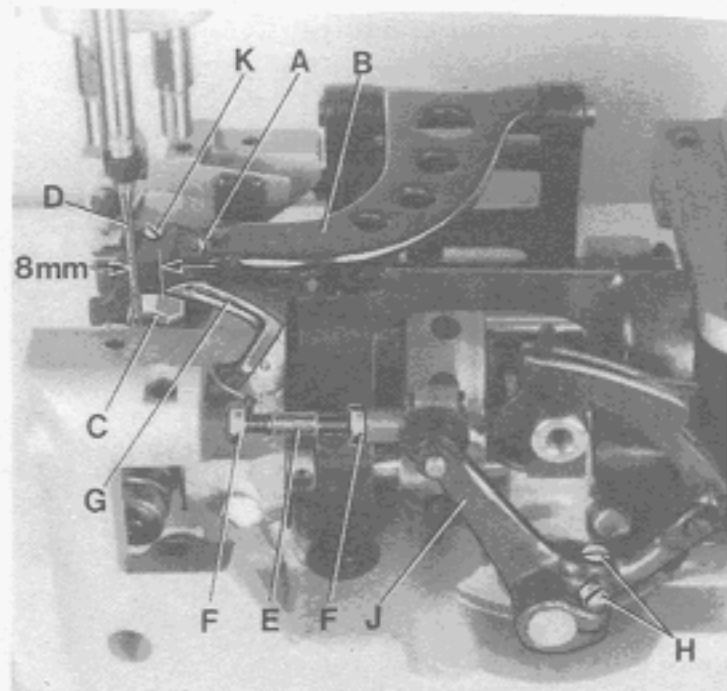
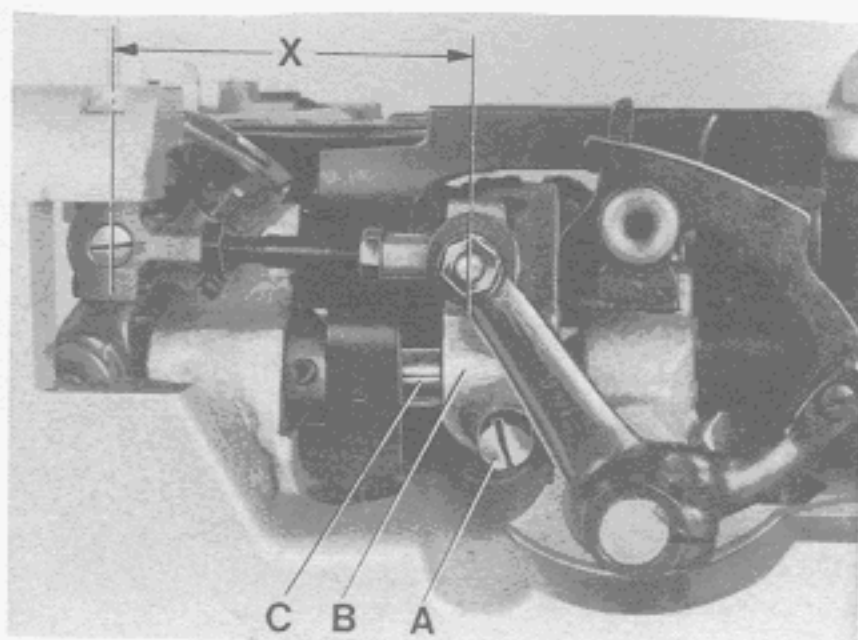
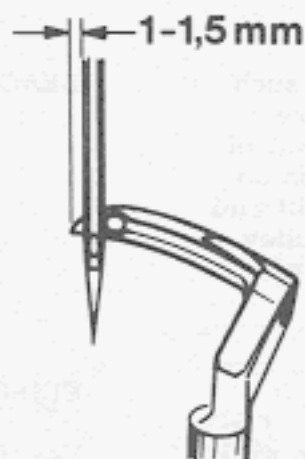
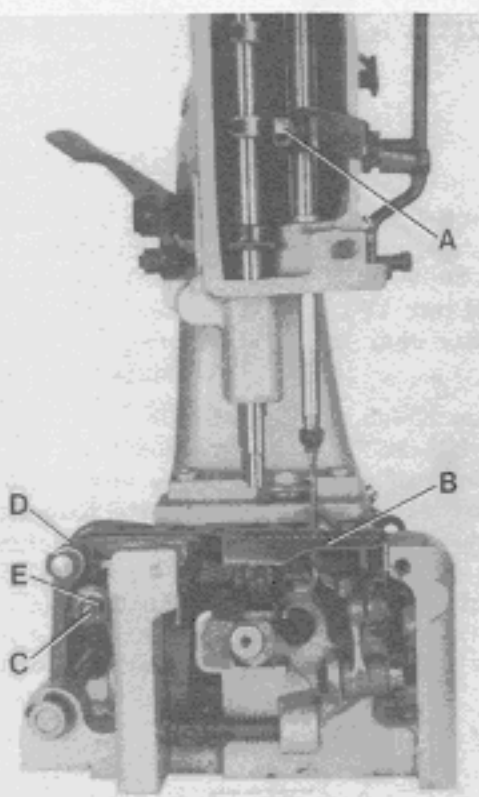

Fig. 3
Fig. 4
Fig. 5
Fig. 6
Remove the presser foot, throat plate and feed dog and on styles 80800 H and HA also the needle guard, for convenient access to the machine. On styles 80800 C, D and E loosen the screw (A, Fig. 3) in the feed bar (B) and push the feed bar needle guard (C) to the rear to avoid its contacting the needle (D).
For the two thread double locked stitch styles 80800 C, E, H and HA, set the looper connecting rod (E) so the distance (X, Fig. 4) between the center lines of the two ball joints is 69,8 mm (2 3/4 in.). The dimension (X, Fig. 4) should be 68,3 mm (2 11/16 in.) on the single thread chain stitch style 80800 D. For adjustment loosen the two nuts (F, Fig. 3) and turn connecting rod (E) forward or backward as required to obtain specified dimension, retighten nuts (F).
Rotate the machine pulley in operating direction so that the looper moves from right to left. The looper point should pass as close as possible to the back of the needle without contacting (0,08 to 0,13 mm (.003 to .005 in.) clearance). For adjustment loosen screw (A, Fig. 4) in the looper eccentric fork (B) and turn looper rocker shaft (C) on the looper rocker with looper forward or backward as required. Retighten screw (A).
Zur bequemeren Einstellung entfernen Sie Drückerfuß, Stichplatte und Transporteur und bei den Maschinen 80800 H und HA auch den Nadelanschlag. Lösen Sie bei den Maschinen 80800 C, D und E die Schraube (A, Fig. 3) im Transporteur-träger (B) und drücken Sie den Nadelanschlag (C) nach hinten, damit er die Nadel (D) nicht berühren kann.
Bei den Zweifaden-Doppelkettenstichmaschinen Typen 80800 C, E, H und HA muß die Greiferverbindungsstange (E) so gestellt sein, daß der Abstand (X, Fig. 4) von Mitte zu Mitte Kugelgelenk 69,8 mm beträgt. Bei der Einfaden-Einfachkettenstichmaschine Type 80800 D beträgt der Abstand (X, Fig. 4) 68,3 mm. Zum Einstellen lösen Sie die beiden Muttern (F, Fig. 3) und drehen die Verbindungsstange (E) vor oder zurück bis der erforderliche Abstand erreicht ist. Ziehen Sie die Muttern (F) wieder an. Beachten Sie: Die linke Mutter hat ein Linksgewinde.
Drehen Sie die Riemenscheibe in Nährichtung so, daß sich der Greifer von rechts nach links bewegt. Die Greiferspitze soll so dicht wie möglich hinter der Nadel vorbeigehen, ohne diese zu berühren (0,08 bis 0,13 mm Abstand). Zur Einstellung lösen Sie die Schraube (A, Fig. 4) in der Greiferexzentergabel (B) und schwenken die Greiferhebelwelle (C) am Greiferhebel mit Greifer nach Bedarf vor oder zurück. Ziehen Sie die Schraube (A) wieder an.
Remove the face cover on machine arm. Rotate machine pulley in operating direction until the looper point, moving to the left, projects 1 to 1,5 mm (.040 to .060 in.) left of the needle (see Fig. 5). Lower edge of looper and upper edge of needle eye must be flush in this position. If adjustment is necessary, loosen clamp screw (A, Fig. 6) in the needle bar connection and move the needle bar up or down, as required. Retighten screw (A) and remount face cover.
At highest point of feed dog travel, the feed dog (B, Fig. 6) should be set so, that the rear teeth project their full depth above the throat plate surface. For setting remove the feed dog and adjust the supporting screw (K, Fig. 3) on the top of the feed bar to the required height. Remount the feed dog, and on styles 80800 H and HA also the needle guard.
On styles 80800 C, D and E stud (C, Fig. 6) for changing the stitch length is accessible from the outside. On styles 80800 H and HA the housing for the tape cutter and the rear cloth plate have to be removed for changing the stitch length. The length of the stitch can be adjusted by raising or lowering the stud (C, Fig. 6) in the segment slot of the feed rocker (D). Lowering stud (C) will lengthen the stitch, raising the stud will shorten the stitch. After loosening nut (E), stud (C) can be moved accordingly. When the desired stitch length is obtained, retighten nut (E).
The needle guard (C, Fig. 3) has to be set so, that it just contacts the needle at its most forward point of travel, without deflecting it.
On styles 80800 C, D and E loosen screw (A, Fig. 3) in the feed bar (B) and adjust the needle guard (C) accordingly. Retighten screw (A).
Entfernen Sie den Stirndeckel am Maschinenarm. Drehen Sie die Riemenscheibe in Nährichtung bis die sich nach links bewegende Greiferspitze 1 bis 1,5 mm links der Nadel steht (siehe Fig. 5). In dieser Stellung müssen Unterkante Greifer und Oberkante Nadelöhr bündig sein. Ist eine Einstellung notwendig, lösen Sie die Klemmschraube (A, Fig. 6) im Nadelstangenmitnehmer und schieben die Nadelstange (B), je nach Bedarf, nach oben oder unten. Ziehen Sie die Schraube (A) wieder an und montieren Sie den Stirndeckel.
Im höchsten Punkt der Transporteurbewegung sollen die hinteren Zähne des Transporteurs (B, Fig. 6) eine volle Zahnhöhe über die Stichplattenoberfläche hinausragen. Zur Einstellung entfernen Sie den Transporteur und stellen die Stützscharbe (K, Fig. 3) oben im Transporteurträger auf die entsprechende Höhe. Montieren Sie den Transporteur wieder, bei den Maschinen 80800 H und HA auch den Nadelanschlag.
Bei den Maschinen 80800 C, D und E ist der Bolzen (C, Fig. 6) zum Einstellen der SticHLänge von außen zugänglich. Bei den Maschinen 80800 H und HA muß zum Einstellen der SticHLänge das Gehäuse für den Bandabschneider und die hintere Stoffplatte entfernt werden.
Die SticHLänge kann durch höher oder tieferstellen des Bolzens (C, Fig. 6) in der Nut des Transportrahmens (D) verändert werden. Tieferstellen des Bolzens (C) verlängert den Stich, höherstellen verkürzt ihn. Nach Lösen der Mutter (E) läßt sich der Bolzen (C) entsprechend verschieben. Wenn die gewünschte SticHLänge eingestellt ist, ziehen Sie die Mutter (E) wieder an.
Der Nadelanschlag (C, Fig. 3) muß so eingestellt sein, daß in der vordersten Stellung seiner Bewegung gerade die Nadel berührt, aber nicht ablenkt.
Zur Einstellung lösen Sie bei den Maschinen 80800 C, D und E die Schraube (A, Fig. 3) im Transporteurträger (B), und stellen den Nadelanschlag (C) entsprechend ein. Ziehen Sie die Schraube (A) wieder an.